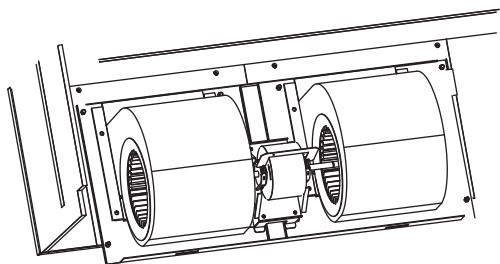

Рисунок 9-7
- 1) Поднимите двигатель вентилятора и введите его упоры в пазы направляющих. Эту операцию необходимо выполнять вдвоем (см. Рисунок 9-7).